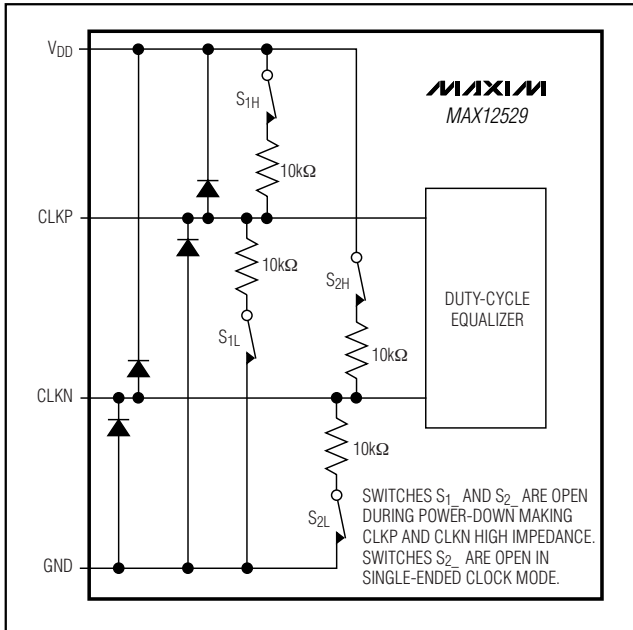

図4. 単純化したクロック入力回路
MAX12529のサンプリングクロックがスイッチトキャパシタ入力T/Hアーキテクチャ(図3)を制御し、アナログ入力信号をサンプリングコンデンサの電荷として保存することを可能にします。これらのスイッチは、サンプリングクロックが高いのとき閉(トラックモード)、サンプリングクロックがローのとき開(ホールドモード)になります(図4)。アナログ入力の信号源は、サンプリングコンデンサの充放電に必要な動的電流を供給可能でなければなりません。信号の劣化を防ぐため、これらのコンデンサは1/2クロックサイクル内に1/2 LSBの精度まで充電されなければなりません。MAX12529のアナログ入力は、差動またはシングルエンドの入力駆動をサポートしています。差動入力で最高の性能を得るには、IN_PとIN_Nの入力インピーダンスのバランスを取り、コモンモード電圧を電源中点($V_{DD} / 2$)に設定してください。内蔵リファレンスモードおよびバッファ付き外部リファレンス動作の場合、MAX12529は $V_{DD} / 2$ の最適なコモンモード電圧をCOM出力から供給します。図9、10、および11に示すように、このCOM出力電圧を使って入力ネットワークにバイアスをかけることが可能です。
MAX12529は、差動およびシングルエンドの両方のクロック入力が可能であり、25%~75%という幅広い入力クロックデューティサイクルに対応します。シングルエンドクロック入力動作の場合、DIFFCLK/SECLKとCLKNをGNDに接続してください。外部のシングルエンドクロック信号をCLKPに印加してください。クロックジッタを低減させるため、外部シングルエンドクロックは急峻な立下りエッジを持つものでなければなりません。差動クロック入力動作の場合、DIFFCLK/SECLKを OV_{DD} に接続してください。外部の差動クロック信号をCLKPとCLKNに印加してください。クロック入力をアナログ入力と考えて、他のアナログ入力およびデジタル信号ラインから離して配線してください。MAX12529がパワーダウンされると、CLKPとCLKNはハイインピーダンス状態に入ります(図4)。
- 6) CLKPおよびCLKNクロック入力はハイインピーダンス状態に入ります(図4)。